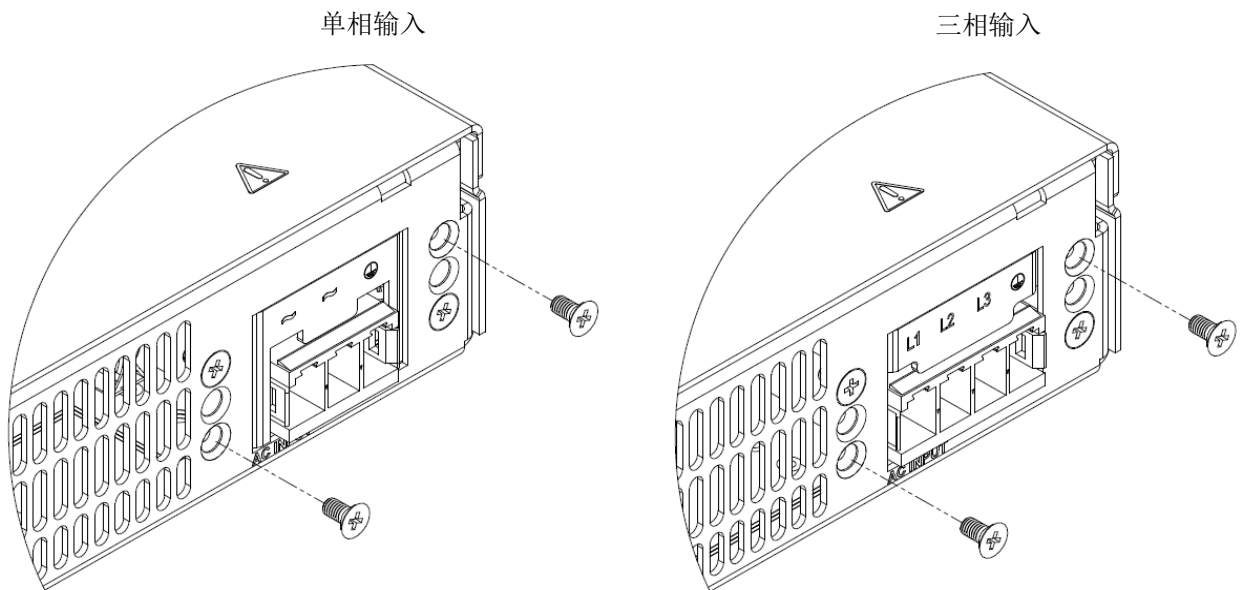

图 4-25: 拧下后面板螺钉
8. 要固定应力消除组件，拧下两个后面板螺钉，如图 4-25 所示。请勿重复使用这些螺钉。